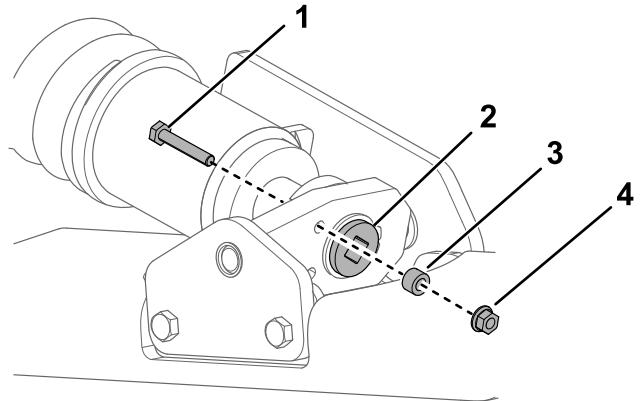
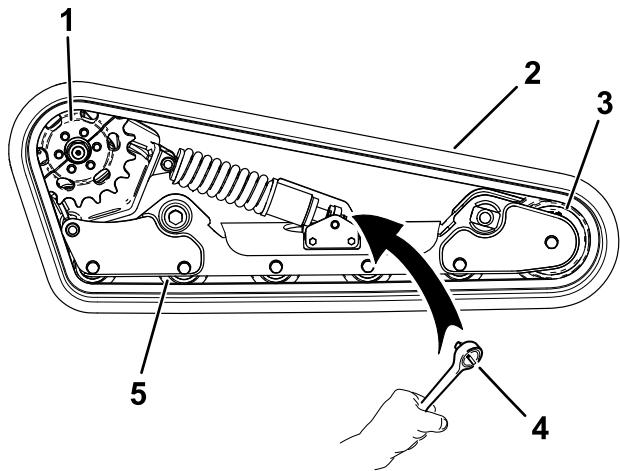

Figura 25
Figura 27
4. Rimuovete il bullone di bloccaggio, il distanziale e il dado (Figura 25).
6. Allineate l'intaglio più vicino della vite di tensione al foro del bullone di bloccaggio e fissate la vite con il bullone di bloccaggio e il dado (Figura 25).
7. Rimuovete il bullone di bloccaggio, il distanziale e il dado (Figura 25).
8. Utilizzando un cricchetto di trasmissione da $\frac{1}{2}$ ", rilasciate la tensione di trasmissione ruotando la vite di tensione in senso orario (Figura 25 e Figura 27).
1. Avvolgete il nuovo cingolo attorno alla ruota anteriore, quindi attorno al mozzo di comando sul lato senza il pignone (Figura 27).
2. Spingete il cingolo sotto e tra le ruote non motrici e inseritelo attorno al telaio inferiore (Figura 27).